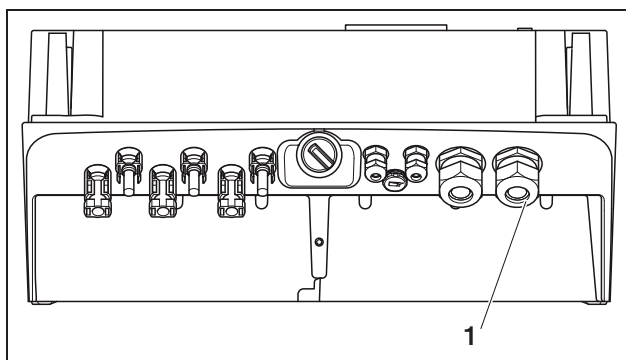

Figura 10: Collegamenti sulla scatola
- Svitare il raccordo della linea di alimentazione (1 nella figura 10).